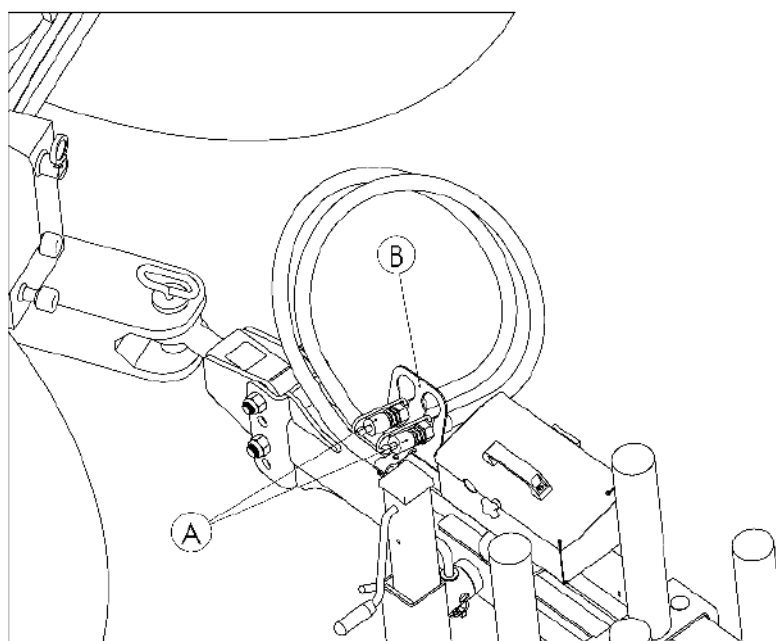

Рис. 8. Держатель гидравлических шлангов
- Отсоедините силовую гидравлическую систему и закрепите гидравлические шланги в держателях на дышле обмотчика (рис.8 - В).
Гидравлические соединения всегда должны содержаться в чистоте. Всегда после использования повторно установите пластиковую накладку, предоставляемую при покупке машины (Рис. 8 – А).